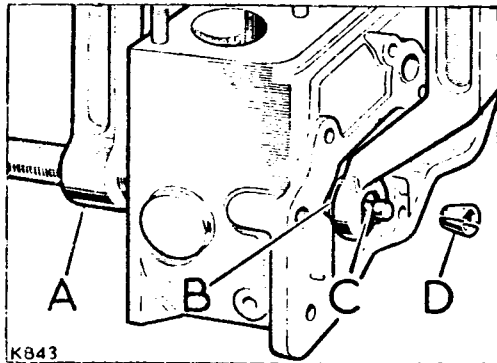

Fig. A4-78.- Desmontaje de válvulas.
2.1.- Utilizando el desmontaválvulas (A) (Fig. A4-78), extraer el conjunto de la válvula, muelle (B) y fiador (D).